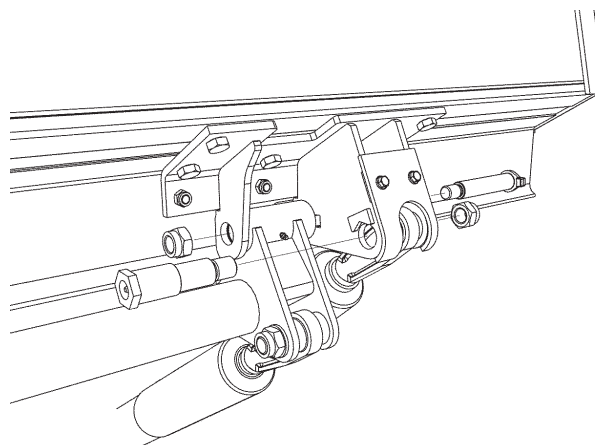

Bild 35. Montage plattform och tiltcylinder
3. Montera plattformen på armarna. Dra åt muttrar-na med hjälp av en momentnyckel, Se Bild 35.
4. Montera en av tiltcylindrarna på bryggan. Använd medföljande axel samt stödhjul, se Bild 35.